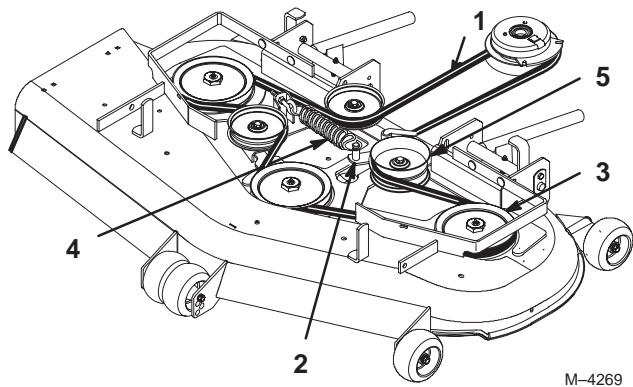

Figure 66
- Déposez la courroie. Commencez à la poulie extérieure et tournez la courroie pour la déposer (Fig. 66).
- Remettez la poulie de tension en place et installez la courroie sur les autres poulies (Fig. 66).